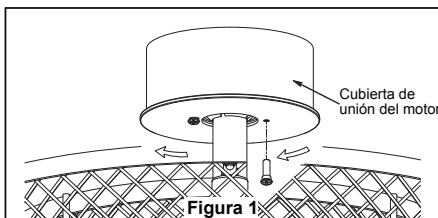

Figura 1
- ☐ 1. Instale la cubierta rotando la ranura clave en la cubierta sobre el tornillo de hombro del soporte del gancho. Fije el tornillo de hombro. Instale adecuadamente y fije el segundo tornillo de hombro que fue anteriormente guardado. (Figura 1)